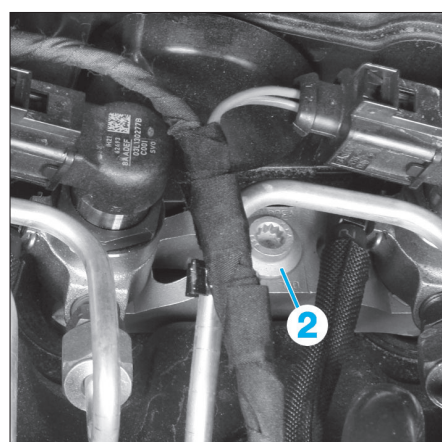

FIG. 83
- Déposer les vis (2) des brides d'injecteur (Fig.83).